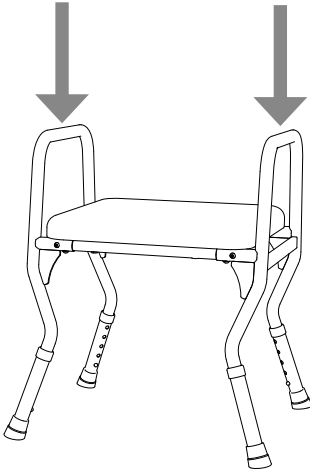

Abb.6
Die Rohrarmlehnen der Seitenrahmen dienen als Unterstützung beim Hinsetzen auf und Aufstehen vom Duschhocker. Sie helfen Ihnen, sich langsam und kontrolliert auf dem Stuhl zu bewegen, indem Sie sich von oben mit den Händen auf die beiden Rohrarmlehnen stützen können. Im Sitzen geben Ihnen die Seitenrahmen zu beiden Seiten Halt und Sie können ihre Arme darauf ablegen und sich daran festhalten (Abb. 6).
2. Auf die trockene Sitzfläche setzen. Zur Unterstützung können Sie die Rohrarmlehnen mittig von oben greifen (Abb. 6).